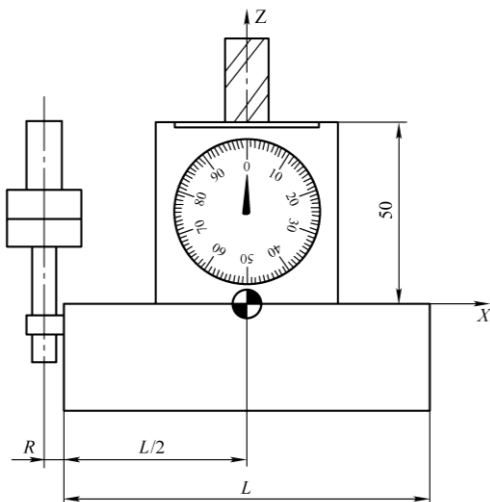

图 3-32 对刀示意图
1) 用游标卡尺测量出工件长度  $L=91.48\text{mm}$ ，计算出  $L/2=45.74\text{mm}$ ，如图 3-32 所示。